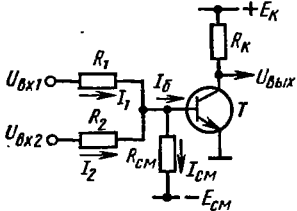

Рис. 8.5
8.7. Определить амплитуду прямоугольного импульса $U_{вх2}$, необходимую для отпирания ключа и насыщения транзистора со степенью $S = 4$, если одновременно с $U_{вх2}$ действует импульс $U_{вх1}$ с амплитудой, равной 1 В (рис. 8.5).